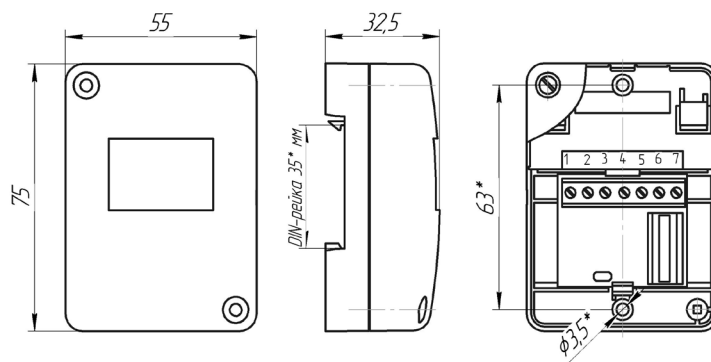
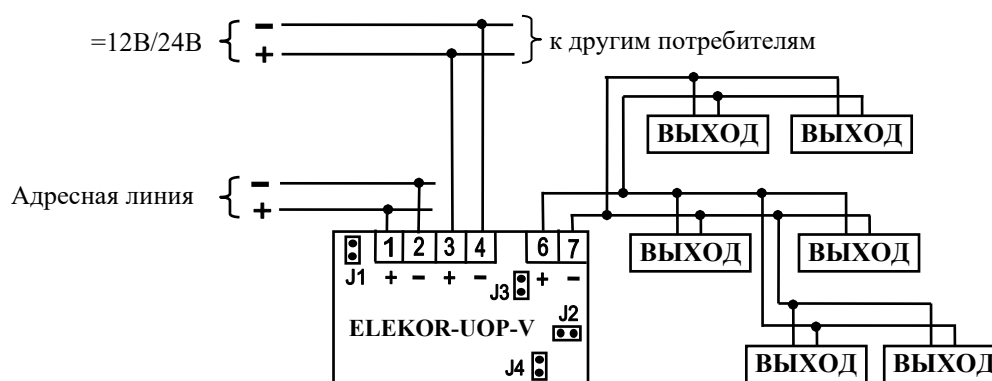

Рис.1. Габаритные и установочные размеры модуля.
Рис.2. Схема подключения табло «ВЫХОД» к модулю ELEKOR-UOP-V. Допускается произвольная конфигурация цепи с подключенными табло «Выход».
1.6. Установка режимов работы модуля производится с помощью 4-х джамперов (см рис.2):
2.1.2. Габаритные и установочные размеры модуля показаны на рис.1, принципиальная схема подключения - на рис.2.
2.2.1. Адресный модуль поставляется с установленным джампером 1 "Программирование адреса" (см. рис.2).